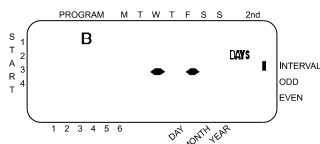

Figure 7: Affichage LCD avec intervalle d'arrosage
- Positionner le commutateur sur Intervalle d'arrosage. Le curseur clignotera à la gauche du mot Intervalle [Voir Figure 7].